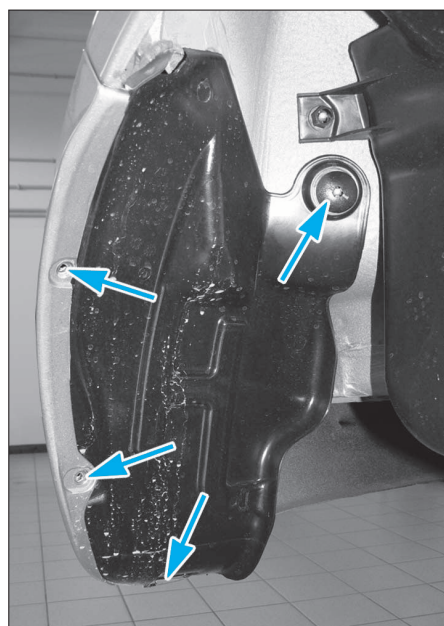

FIG. 109
• Positionner le véhicule sur un pont élévateur, puis de chaque côté, déposer les pare-boue (Fig.109).